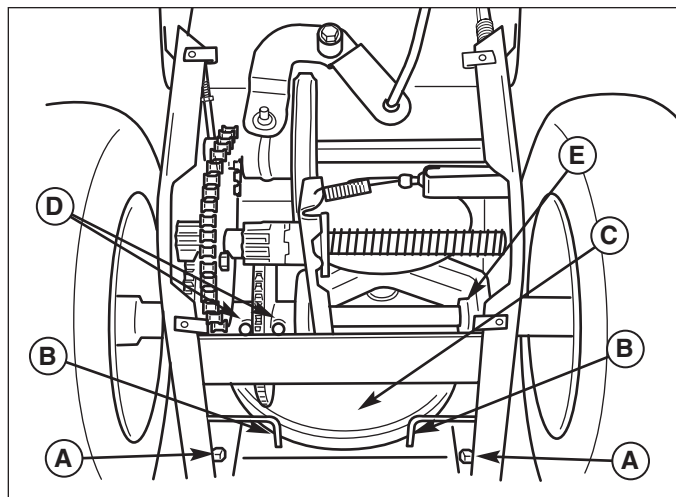

Figure 25. Butées de courroie de la poulie de fraise (représentées sans le capot inférieur)
- c. Déposer les six vis à tête du capot inférieur de la déneigeuse. Desserrer les écrous (A, Figure 25) de part et d'autre pour libérer les butées de courroie (B) de la poulie de fraise. Déplacer les butée de courroie et déposer la courroie de la poulie (C).
- d. Déposer les deux boulons (D, Figure 25) de l'engrenage.
6. Inverser la procédure pour remonter les courroies. S'assurer que les courroies ne sont pas vrillées et qu'elles sont correctement engagées dans les poulies. Régler les butées de courroie de manière à avoir un espacement de 3 mm (1/8 po) entre la courroie et la butée. La configuration des deux courroies est représentée à la Figure 26. Glisser l'essieu droit à fond vers la gauche avant de serrer la bague d'arrêt (E, Figure 25).